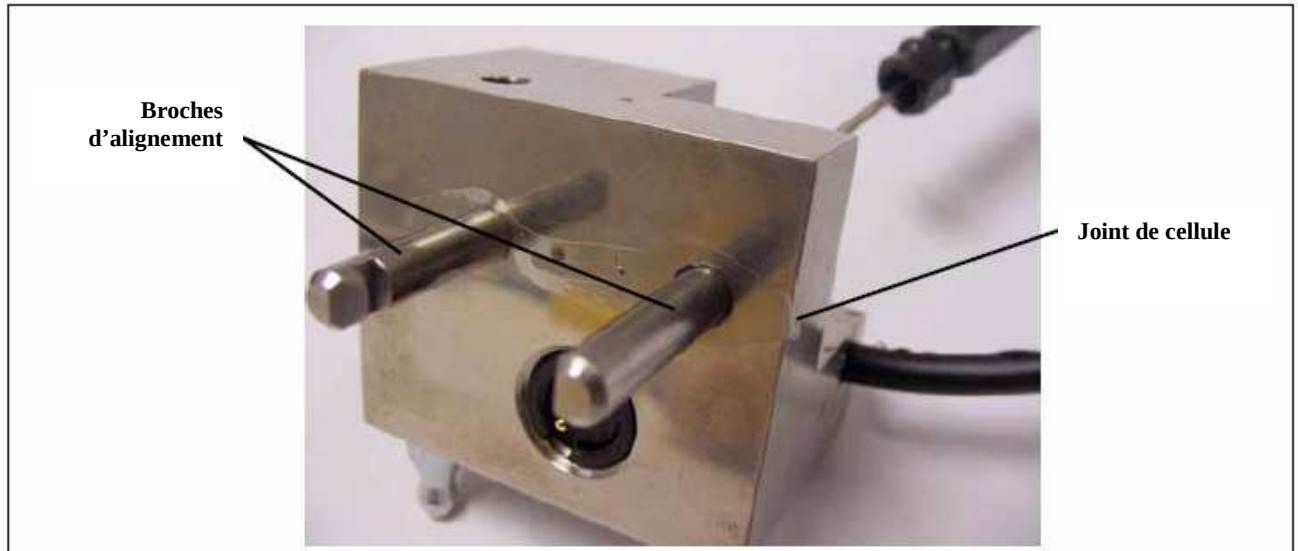

Figure 9.32. Joint de cellule ampérométrique.
10. Installer le nouveau joint le long des broches d'alignement sur le corps de cellule. Lorsqu'il est correctement installé, une extrémité du joint dépasse du corps de cellule, pour faciliter l'installation et l'extraction du joint (voir figure 9.32).